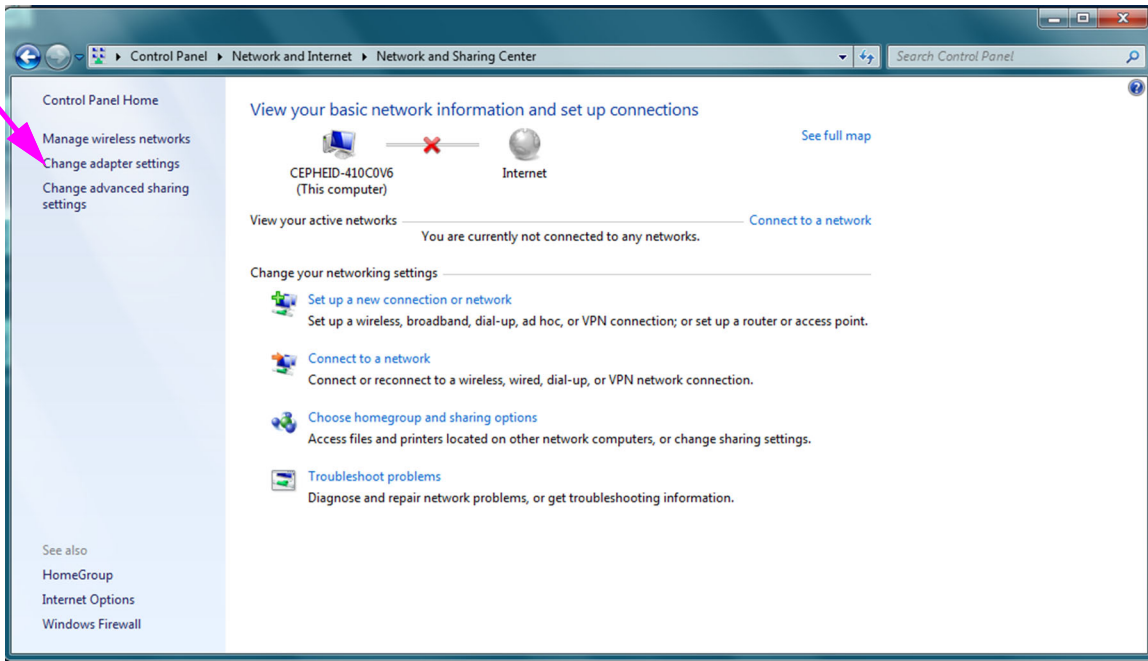

Figura 2-38. Ecrã Network and Sharing Center (Centro de Rede e Partilha)
4. Clique em **View network status and tasks (Ver estado e tarefas da rede)**. Aparece o ecrã **Network and Sharing Center (Centro de rede e partilha)**. Consulte a figura 2-38.